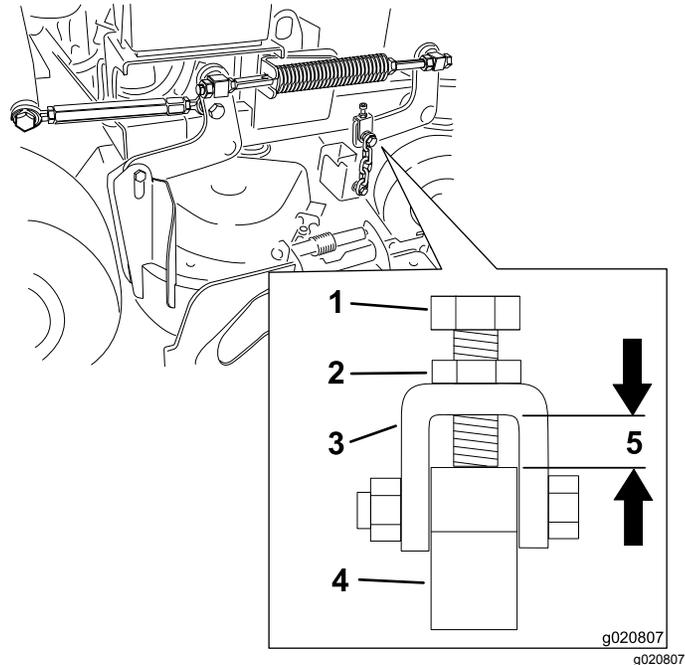

Figure 82
**Remarque:** L'écart doit être de 11 mm, comme montré à la Figure 82.
6. Si un réglage est nécessaire, desserrez le boulon de chaîne supérieur (Figure 82).
7. Desserrez l'écrou de blocage et ajustez le boulon de réglage de sorte à obtenir la distance correcte, indiquée à la Figure 82.